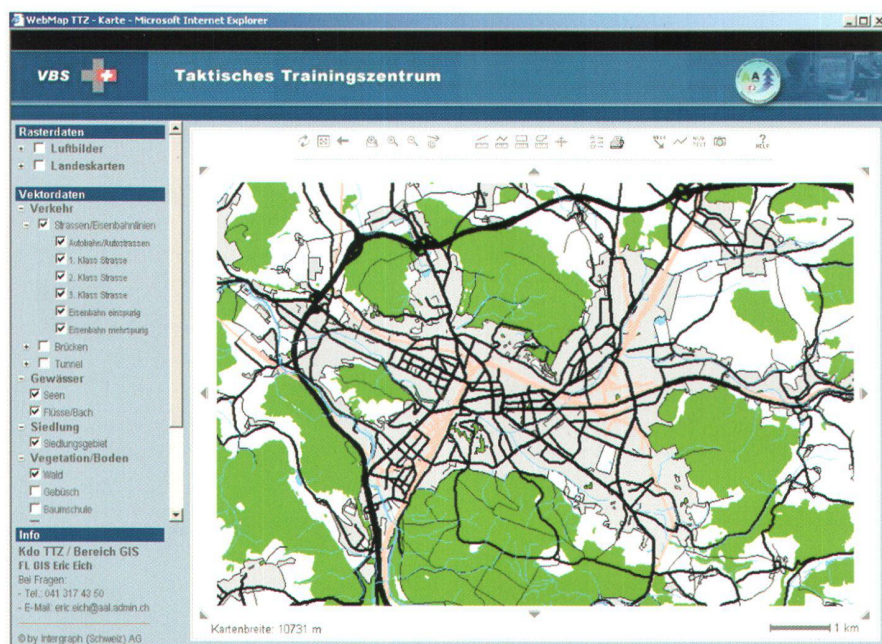

Abb. 11: Umweltanalyse erstellt mit GeoMedia WebMap.
*Umweltanalyse mit GeoMedia WebMap (Abb. 11):*